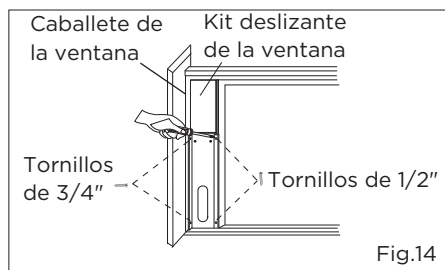

Fig.14
3. Cerrar el marco de la ventana con seguridad contra el kit deslizante de la ventana. (Fig.14)
4. Apretar los dos tornillos de 1/2" para asegurar el kit deslizante de la ventana al marco de la ventana. (Fig.14)
5. Apretar los dos tornillos de 3/4" para asegurar el kit deslizante de la ventana al caballete de la ventana. (Fig.14)